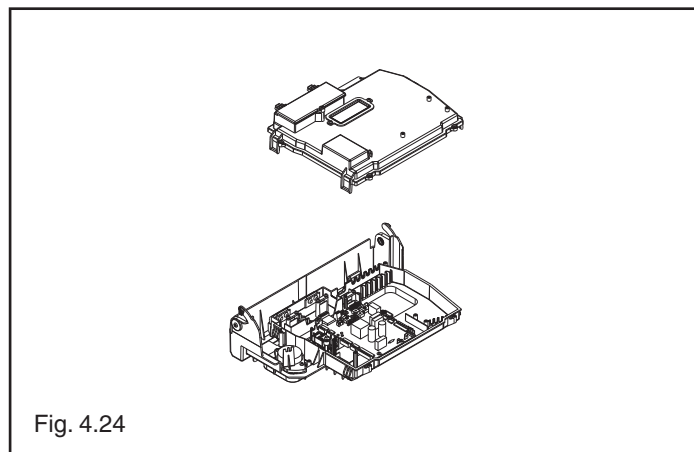

Fig. 4.24
- Rimuovere il mantello, abbassare il cruscotto verso di sé (Fig. 4.22a) e rimuovere la copertura scheda per accedere al pulsante "CO" (Fig. 4.24).